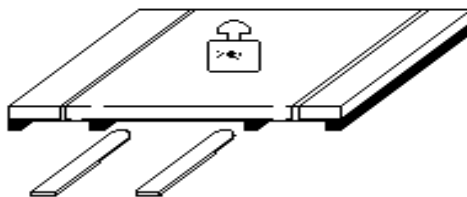
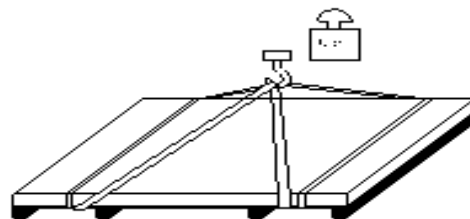

Fig. 1
Fig. 2
A caixa de embalagem é levantada e movimentada por um empilhador (Fig.1 e Fig.2). Se for utilizada uma das duas, as caixas devem ser amarradas com, pelo menos, duas lingas.
## 2. Medida exterior: (Ver Fig.1)
4.4 A fundação do elevador tem os seguintes requisitos: o betão não deve ser inferior a 250 graus; a área da fundação deve ter 2785 mm de comprimento × 4095 mm de largura × >250 mm de espessura. (Ver Fig. 2)
4.5.1 Quando o betão tiver solidificado com a espessura adequada, coloque as duas colunas, coloque a plataforma entre as duas colunas (ver Fig. 1), instale o fio de ligação e as correntes sincronizadas (ver Fig. 3, 4, 5). Verificar e medir as dimensões e deslocar para o local correto, conforme solicitado, e depois levantar as duas colunas. Depois de se certificar de que as colunas e o pavimento estão perpendiculares, utilize placas de aço e betão para preencher eventuais espaços entre a placa de base e o pavimento. Utilize parafusos de ancoragem M18\*160 para fixar a placa de base.
4.5.3 Ligue a tubagem do sistema hidráulico. (Fig. 1, 6)